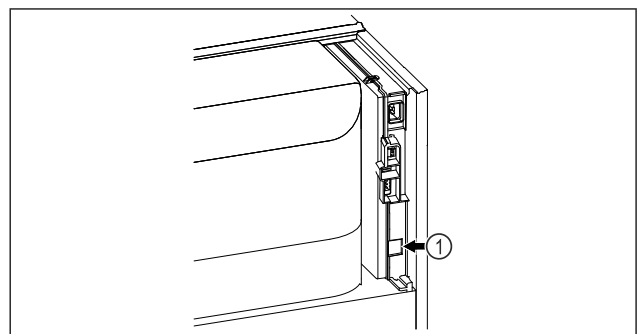

Fig. 180
- ❑ SmartModule Fig. 180 (1) ist eingesetzt.